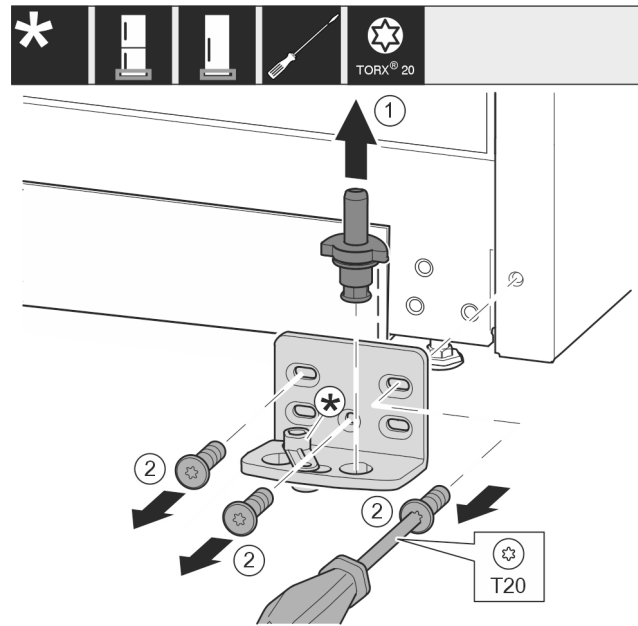

Fig. 12
- Húzza ki teljesen a csapszeget felfelé. Fig. 12 (1)
- Csavarja ki a csavarokat a T20 csavarhúzóval, és vegye le a csapágybakot. Fig. 12 (2)